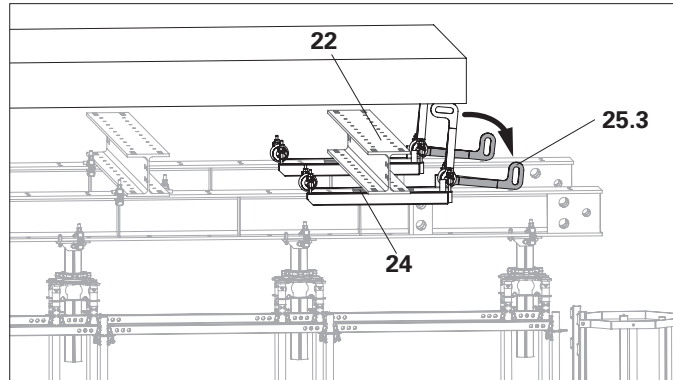

Fig. A7.09
2. Se sono presenti, togliere i listelli di centraggio **(24)**. (Fig. A7.09)